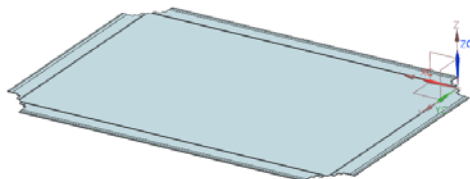

图 2-59 创建伸直特征
(4) 在“伸直”对话框中，单击 按钮，创建伸直特征，如图 2-59 所示。